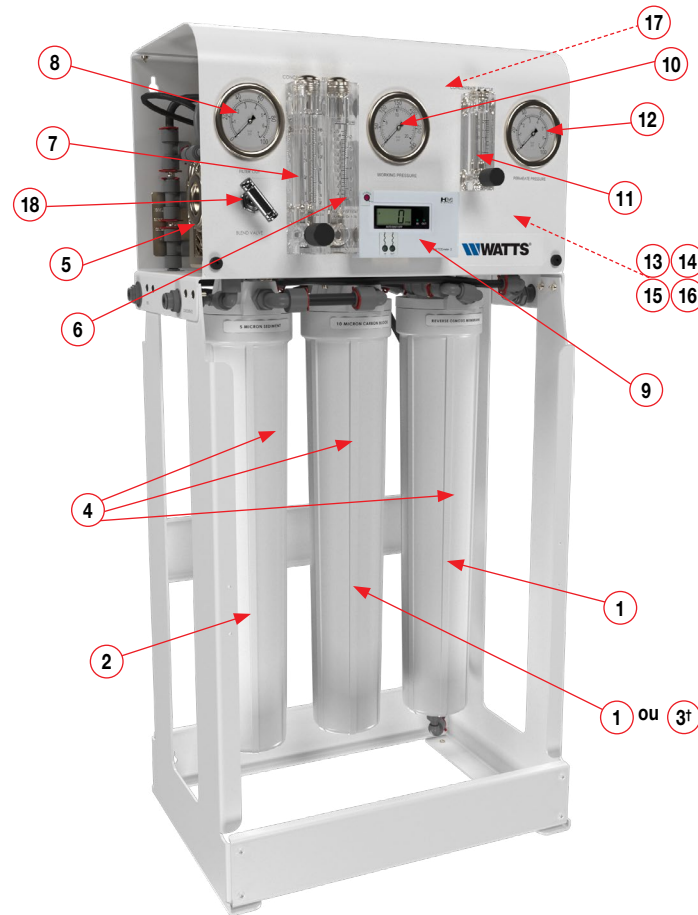

Figure 1
6. Vérifiez que la ou les cartouches de préfiltre sont installées dans les ou les boîtiers. (Voir la figure 1, articles 2 et 3).
7. Ajustez les vannes de régulation de rejet (Figure 1, articles 6 et 10) jusqu'à ce que les débits désirés soient atteints. La fermeture de la vanne de rejet augmente le débit du produit et diminue le débit de rejet. L'ouverture de la vanne de recyclage des rejets diminue à la fois le rejet et le débit du produit. Voir le tableau de correction de la température dans l'annexe pour déterminer les débits pour différentes températures de fonctionnement.